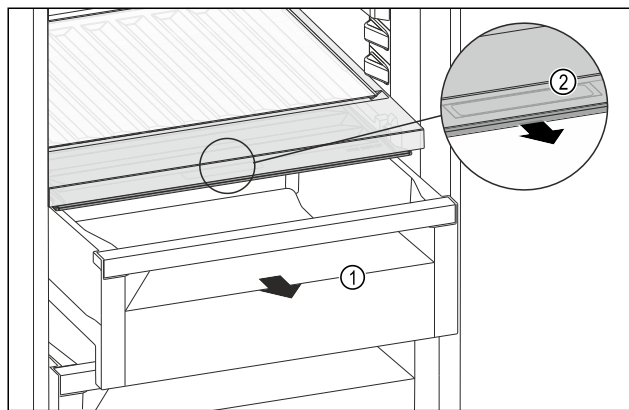

Fig. 170
- ▶ Retirer le tiroir Fig. 170 (1).
- ▶ Saisir la poignée encastrée Fig. 170 (2) du couvercle du compartiment et tirer le couvercle du compartiment par l'avant.